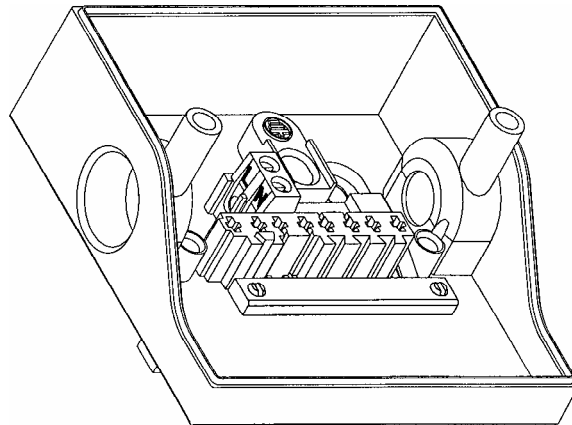

РИС. 6
- ◆ Выполните подключение, как показано на рис. 6: